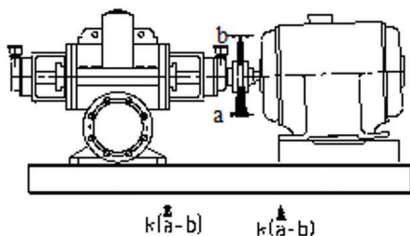
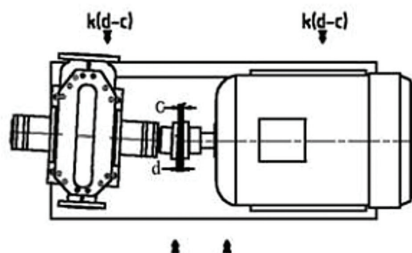

Рисунок 5: Угловая ошибка в вертикальной плоскости и ее исправление
Рисунок 7: Угловая ошибка в горизонтальной плоскости и ее исправление
2. Угловая погрешность (рис. 5 – рис. 7)